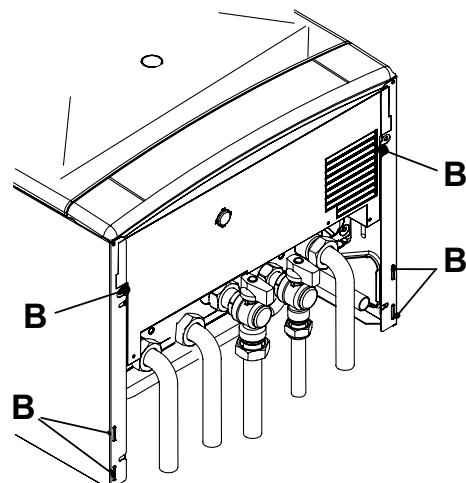

рисунок 9.2
- Ослабьте винты В. Отодвиньте нижнюю часть панелей от котла и приподнимите их, освободив от верхних крючков (рисунок 9.2).